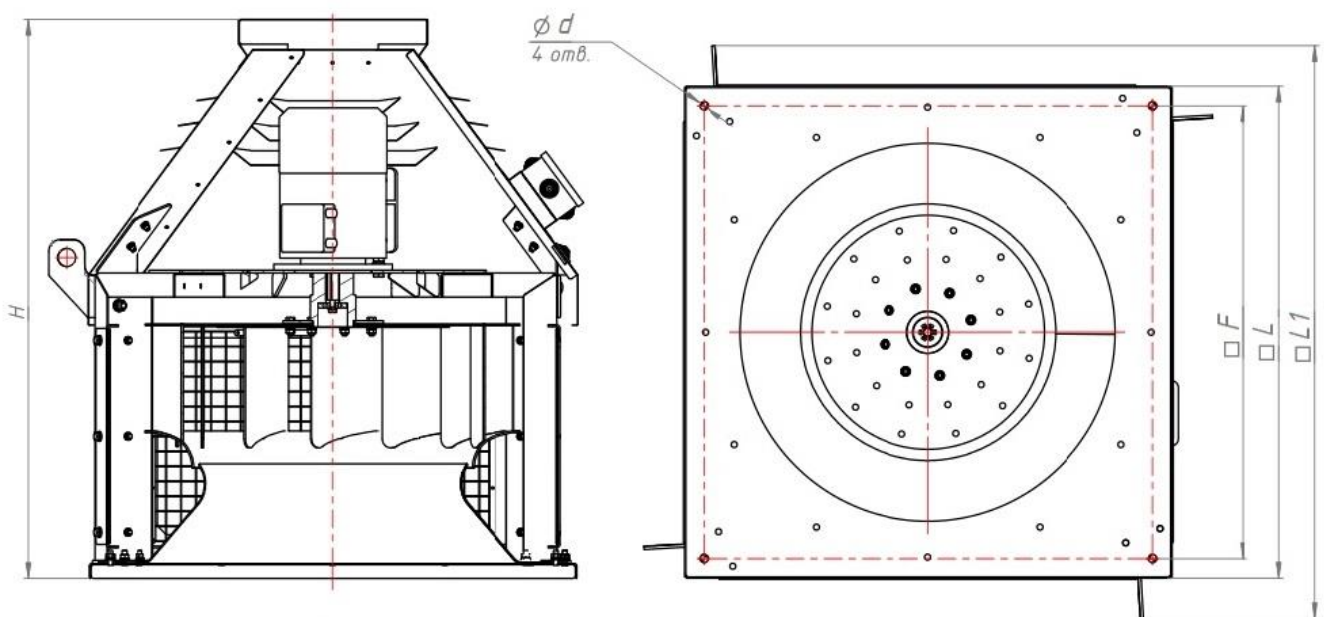

РИС. 1. Габаритные и присоединительные размеры вентиляторов ВКР
1.2.2. Устройство вентиляторов, габаритные, присоединительные и установочные размеры вентиляторов указаны на рис. 1, рис. 2, табл. 1, табл. 2.